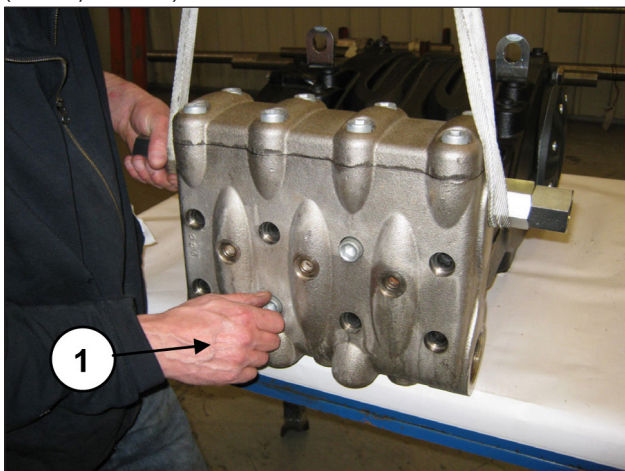

Рис. 107
Теперь можно снять торец с картера насоса, открутив 8 винтов M16x180 (поз. ①, Рис. 107).